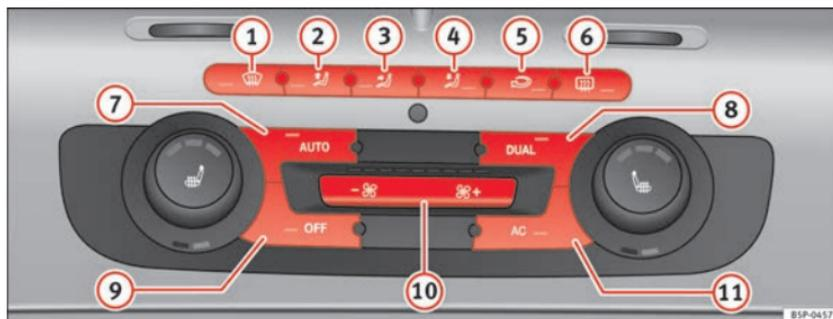

Abb. 133 Bedienelemente der 2C-Climatronic an der Instrumententafel.
- Zum Einschalten des manuellen Betriebs betätigen Sie eine der Tasten ⇒ Abb. 133 ① bis ⑤ oder aber die Gebläsetasten ⑩. Die jeweils eingestellte Funktion wird am Display des Radios bzw. des Navigationssystems angezeigt.
- Drücken Sie die Taste  ⇒ Seite 174, Abb. 133 , um den Umluftbetrieb ein- oder auszuschalten. Bei eingeschaltetem Umluftbetrieb erscheint am Display das Symbol .